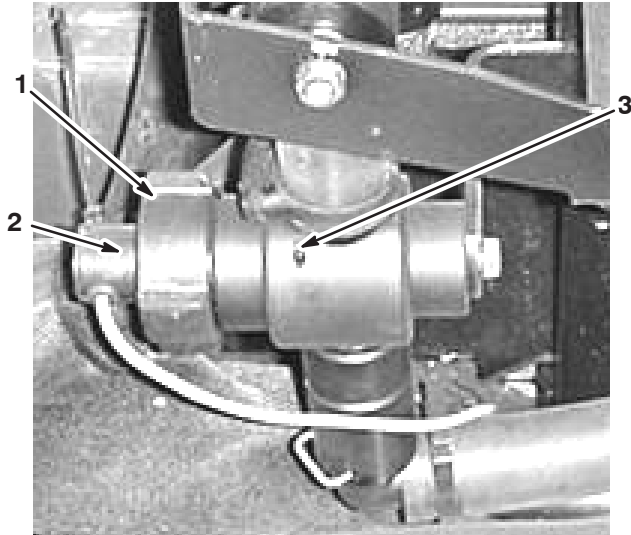

Bild 60
1. Entfernen Sie die Befestigungskappe vom Gehäuse des Durchflussmessers (Bild 60).